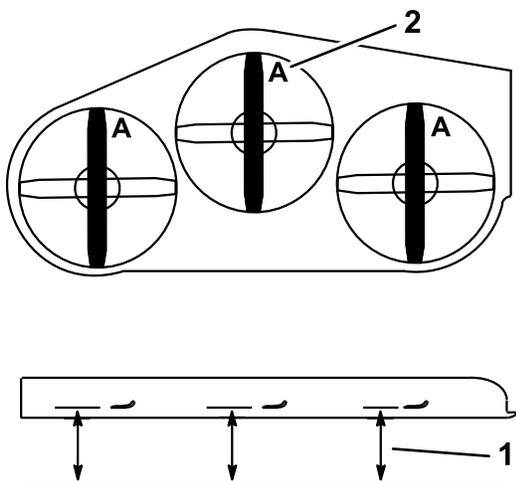

Figura 95
3. Girate le lame fino a disporle in parallelo con la lunghezza della macchina (Figura 95). Misurate da un piano orizzontale fino al tagliente delle lame, posizione A, (Figura 95). Prendete nota di questa misura.